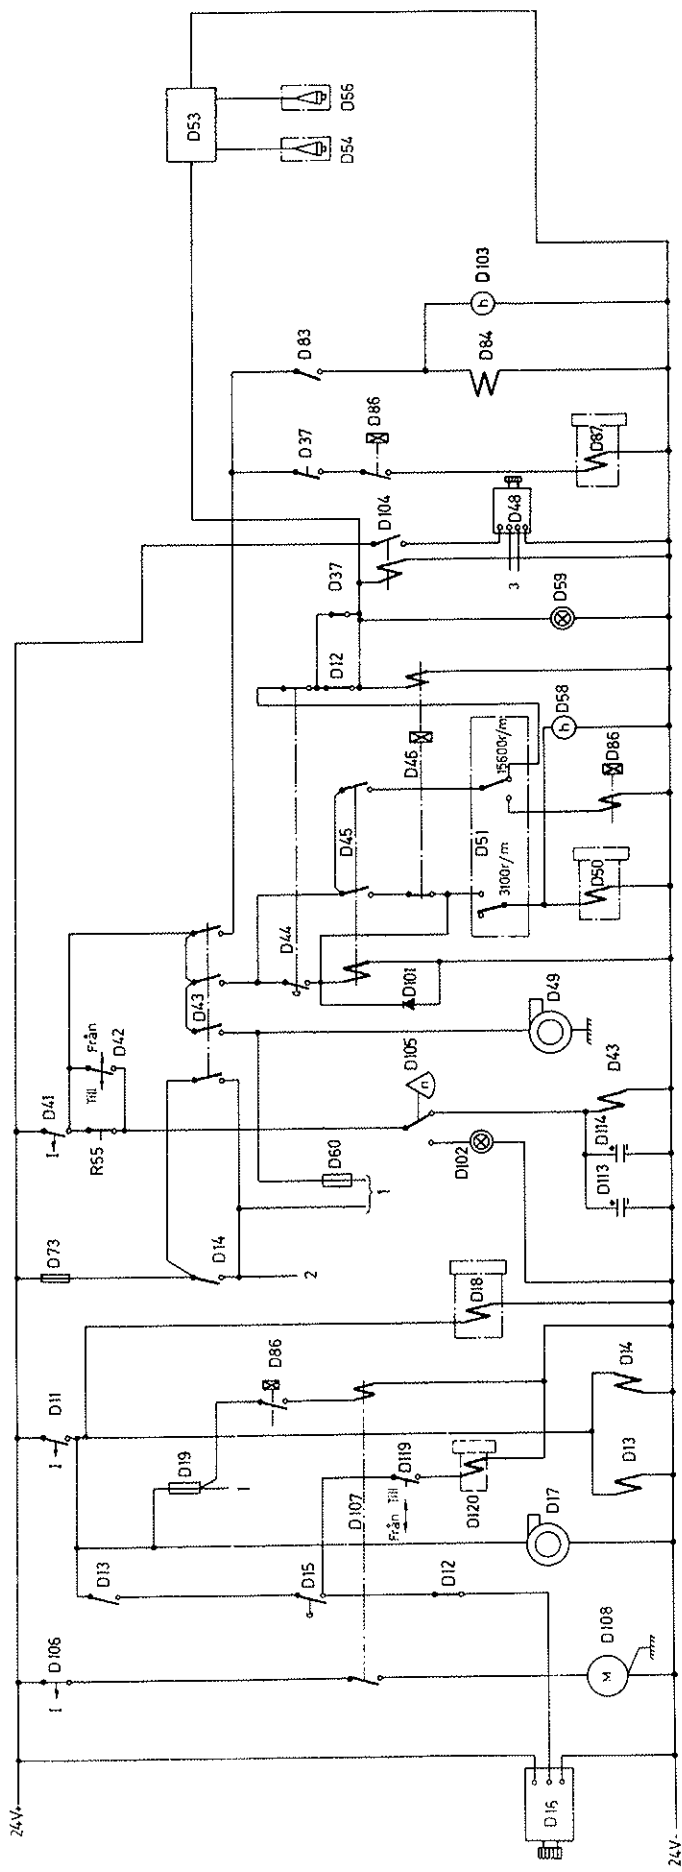
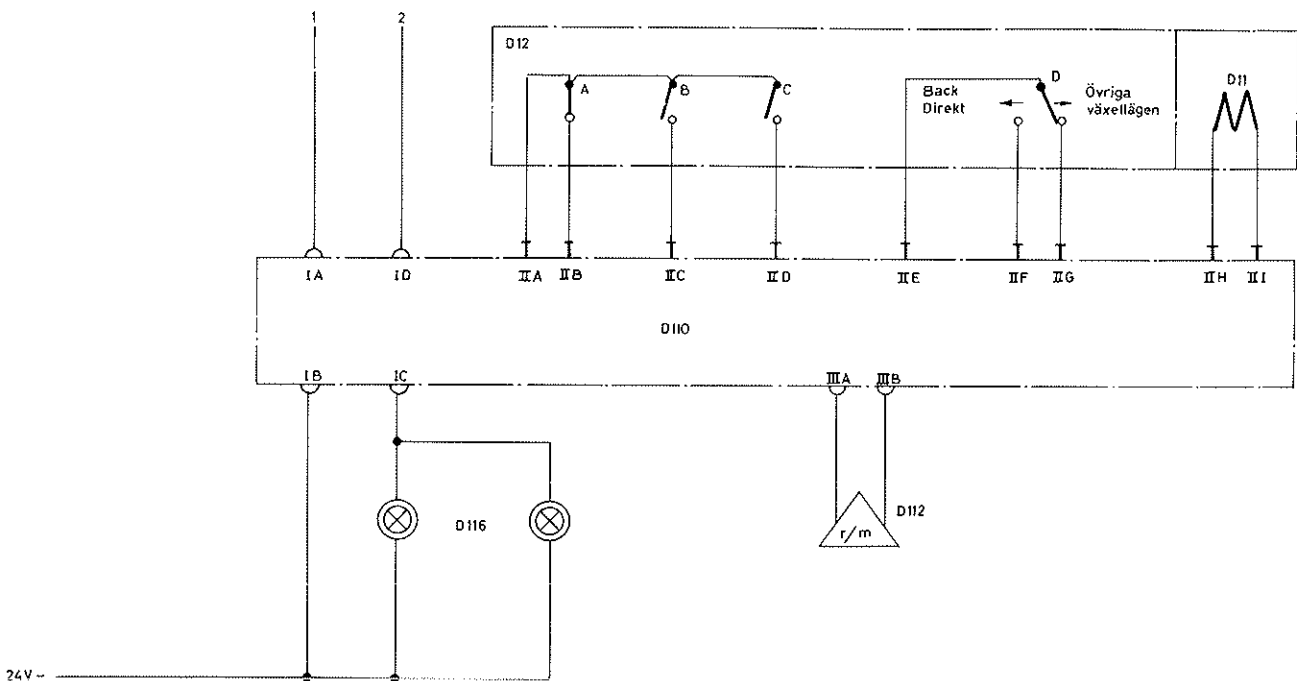
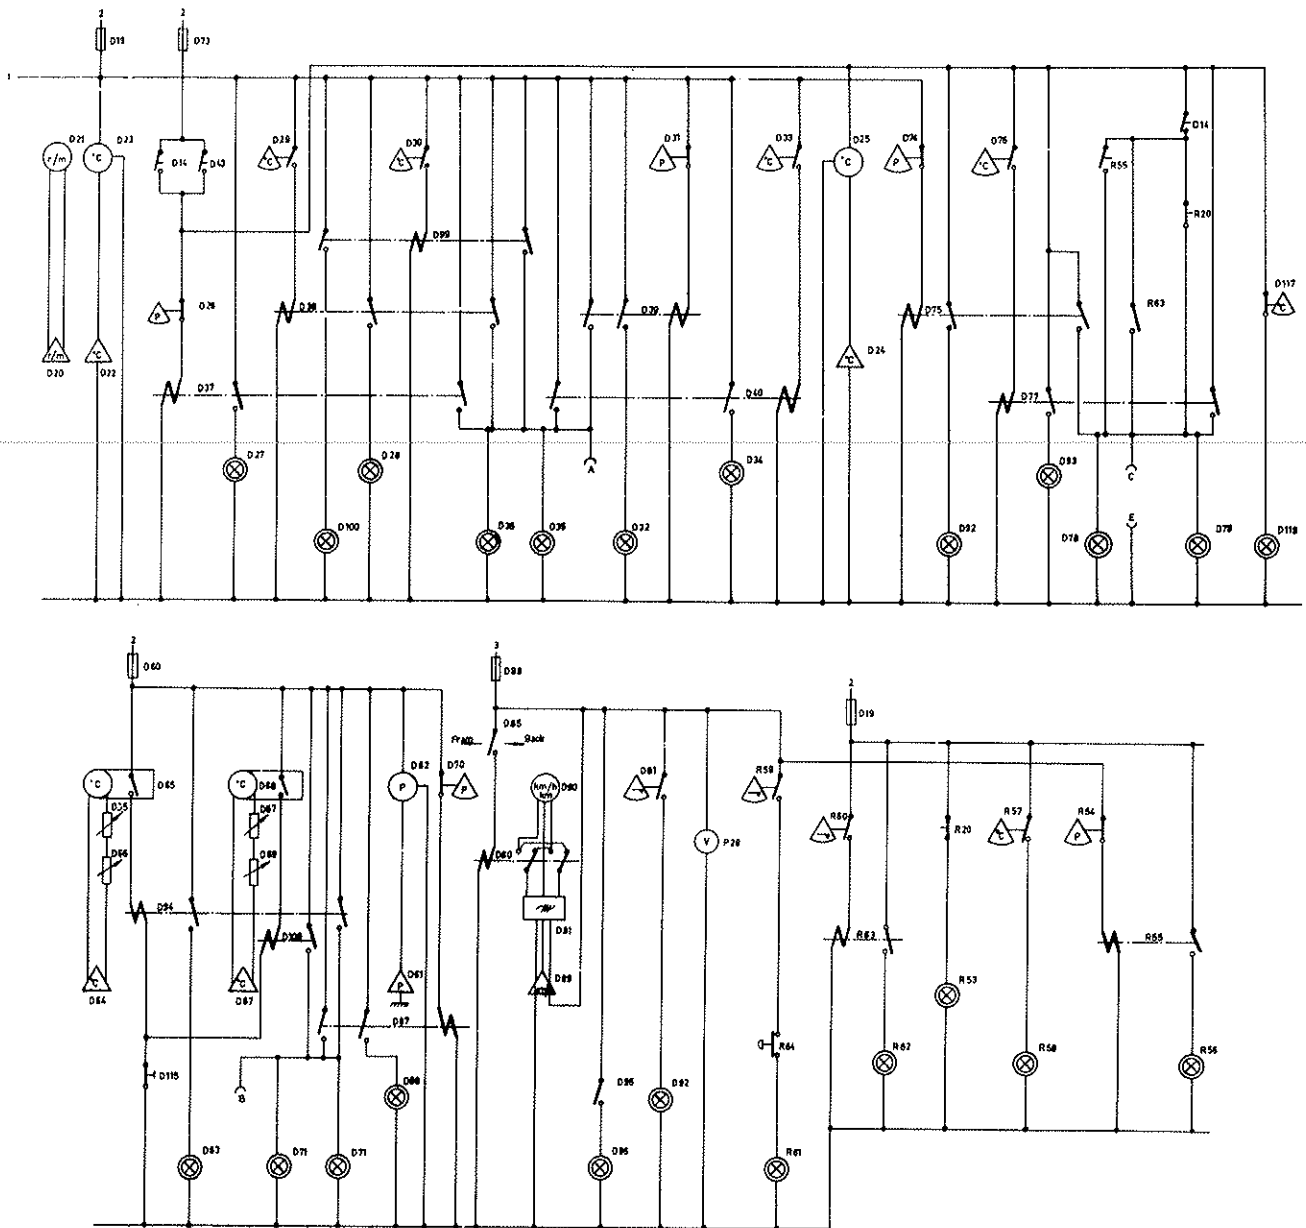

Bild 92. Motorutrustning, principbema
Bild 93. Blockering av växelreglage, principschema
Bild 95. Instrument och indikering, principschema
Huvudströmställaren P22 används för in- och urkoppling av batterierna P15 och P16. Vid urkopplingen avskiljs batterierna från både strömalstrare och strömförbrukare. Observera att strömförbrukarna ändå matas med ström om någon av generatorerna är i drift. När huvudströmställaren står i läge TILL lyser kontrollampen P24 om generatorn P11 inte levererar ström. Över en kontakt i startreläet D13 matas ström till regulatort P13 när reläet drar (bild 92). Strömmen används som magnetiseringsström för generator P11 under start. När kolvmotorn startats och generatorn börjar leverera ström drar reläet P14, varvid kretsarna till kontrollampen P24 och regulatort P13 bryts.
När man ställer startströmställaren D11 (vippestömställare med automatsäkring) i läge TILL flyter ström genom reläspolarna D13 och D14. Reläkontakterna sluter då de strömkretsar där de ingår (bilderna 91 och 92). På bild 92 sluts strömmen till startknappen D15 av reläet D13, och strömmen till blockeringsutrustningen för växelreglaget samt FBTV:s instrumentutrustning av reläet D14. Med startknappen D15 kan man sluta manöverkretsen till startmotorn D16 under förutsättning att växelspannen står i neutralläget. Kontakten D12 är sluten endast i detta
Matarpumpen D17 och dragmagneten D18 manövreras med startströmställaren D11. Över strömställaren och säkringen D19 får man också ström till en kontakt i tidreläet D86 samt till kolvmotorns instrumentutrustning (bild 95).
Strömkretsen till reläet D43 kan brytas av varvtalsvakten D105, varvid varningslampan D102 tänds. Om lampan lyser har ett fel uppstått. Felet skall undersökas och avhjälpas före nytt startförsök. Gasturbinen kan inte startas på nytt förrän en återställningsknapp på varvtalsvakten tryckts in. Elektrolytkondensatorerna D113 och D114 åstadkommer en fördröjning hos relä D43 när strömmen över dess spole bryts. När reläet drar sluter en av dess kontakter strömkretsarna till FBTV:s instrumentutrustning (bild 95) och till utrustningen för blockering av växelreglaget (bild 93). En annan kontakt sluter strömmen till matarpumpen D49 och till gasturbinens instrumentutrustning (bild 95), en tredje kontakt sluter strömmen till gasturbinens startautomatik och en fjärde till reläkontakten D37 och strömställaren D83. Kontakten D37 sluts när reläet D14 eller D43 drar, men öppnas då smörjoljan i kolvmotorn når normalt drifttryck. Över kontakten D37 och en kontakt i tidreläet D86 kan ström matas till magnetventilen D87. Strömställaren D83 används för att manövrera magneten D84, som utför de omställningar som behövs för att man skall kunna ta ut tillfällig högeffekt från gasturbinen. Gångtidmätaren D103 registrerar den tid gasturbinen körs med högeffekt.
Gasturbinens startautomatik sätts igång när startknappen D44 har tryckts in och släppts igen. Reläet D45 (med skyddsdiode D101) drar, och över dess vänstra kontakt (bild 92) skapas en hållkrets för reläet. Över dess högra kontakt matas ström till tidreläet D46, reläet D104, kontrollampen D59 och tändenheten D53 med tändstiftsenheterna D54 och D56. Denna strömkrets kan brytas på tre punkter: i centrifugalomkopplaren D51, i startknappen D44 och i spärrlådan D12. När startknappen är intryckt är kretsen bruten, därför börjar startförloppet först när knappen släpps. Kontakten D12 är sluten endast när växelspannen står i neutralläget. Vid alla andra växellägen förhindras därför start av gasturbinen. När kolvmotorn går förbikopplas dock kontakten D12 genom att kontakten D37 är sluten.
- 1. Se bild 95, Instrument och indikering
- 2. Se bild 93, Blockering av växelreglage
För att undvika skador i samband med växling finns en blockeringsanordning som förhindrar att växling utförs vid för höga varvtalet. Anordningen består av varvtalsgivaren D112, elektronikenheten D110, spärrlådan D12 och spärrmagneten D111 (bild 93).
1. Se bild 92, Motorutrustning
Kontakten D12 på bild 92 finns i spärrlådan D12, men är inte redovisad på bild 93.
Vagnens instrument- och indikeringsutrustning matas gruppvis över säkringarna D19, D60, D73 och D88 (bild 95). Säkringen D19 skyddar dels kolvmotorns och växellådornas utrustning (vänstra delen på bild 95) dels riktväxelns utrustning (högra delen på bild 95). Strömmen kopplas till över kolvmotorns startströmställare D11. Säkringen D73 skyddar viss utrustning för kolvmotorn och växellådorna. Gruppen får ström antingen över kolvmotorns startrelä D14 eller över gasturbinens startrelä D43. Säkringen D60 skyddar gasturbinens utrustning, som matas över startrelät D43. Säkringen D88 skyddar diverse utrustning som kopplas in direkt över huvudströmställaren P22.
Utrustningen som mäter och visar kolvmotorns varvtal, varvtalsgivaren D20 och varvtalsmätaren D21, bildar ett slutet system som inte är anslutet till vagnens elnät (bild 95, längst till vänster).
2. Se bild 92, Motorutrustning